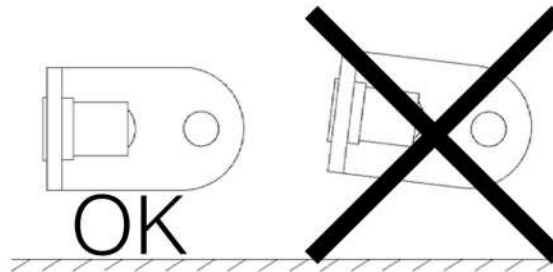

Fig. 73
- Fije la plaqueta a la pared mediante el tornillo AF suministrado en el KIT enroscándolo en el taco insertado antes en la pared. Preste especial atención a la alineación de la plaqueta, la repisa debe estar perfectamente perpendicular al piso (Fig. 73)